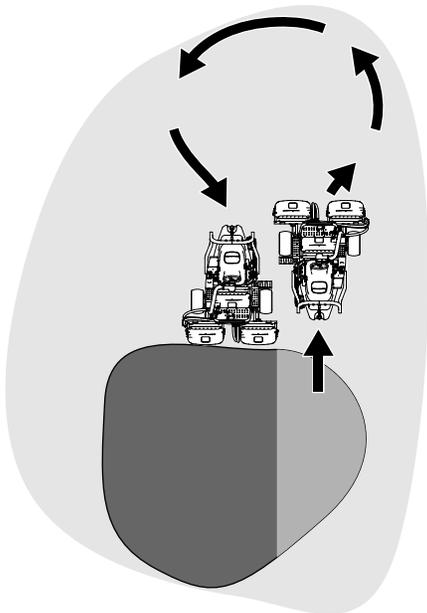

Figura 23
- Para ganar tiempo y facilitar la alineación correcta para la pasada siguiente, gire la máquina momentáneamente en la dirección opuesta, y luego gire hacia la parte que todavía no está cortada. Este movimiento es un giro en forma de lágrima (Figura 23), que permite alinear la máquina rápidamente para la pasada siguiente.